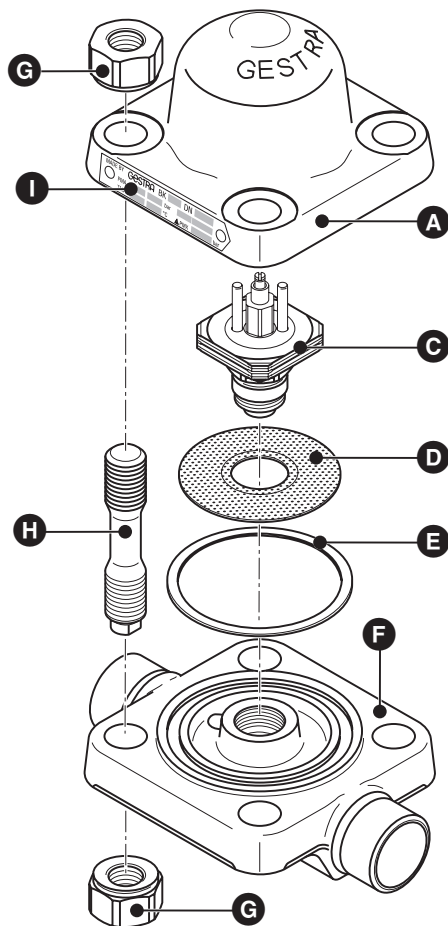
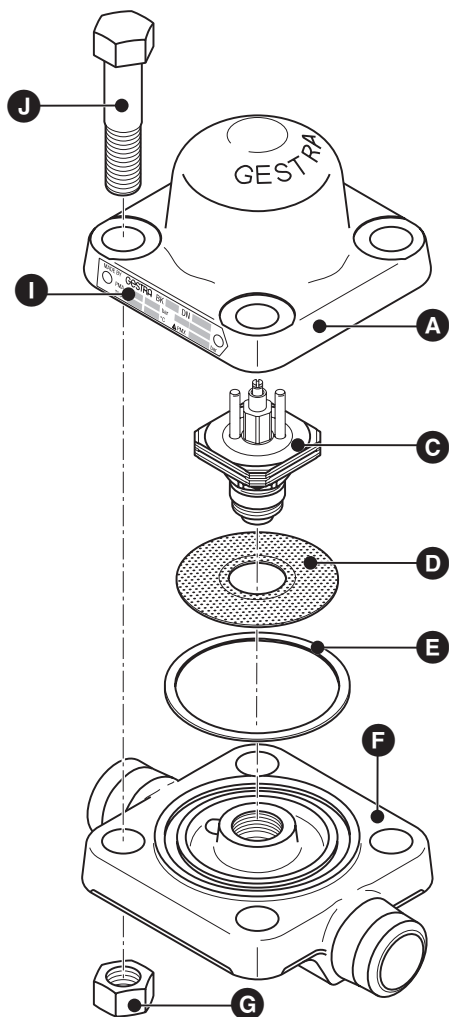
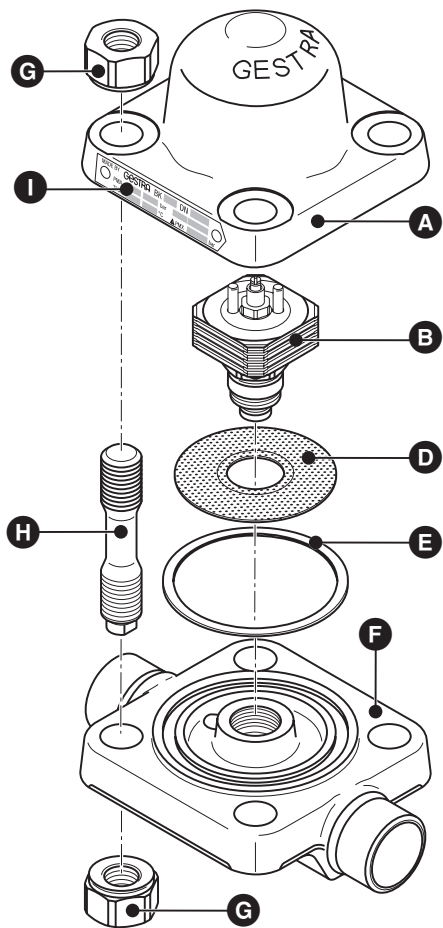
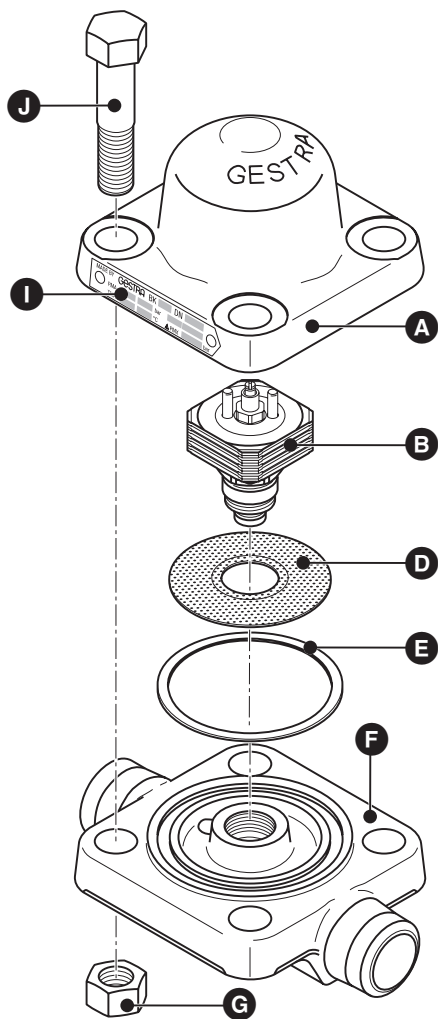

Рис. 2
Рис. 3
Рис. 4
Рис. 5
1. Снимите крышку **A** с корпуса **F**, **Рис. 2, Рис. 3, Рис. 4, Рис. 5**